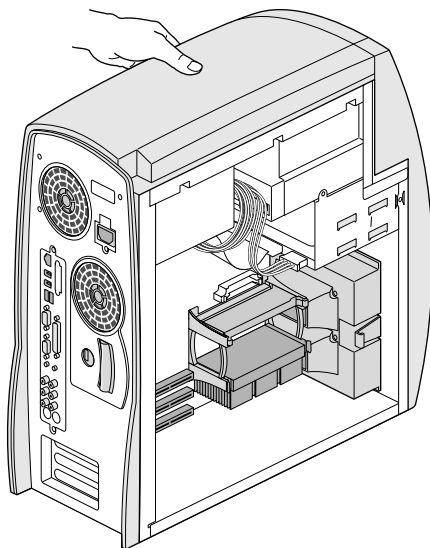

図 3-3 システムを手で押さえて固定する
6. システムを片手で押さえて固定し、DIMM を装着します (図 3-3)。